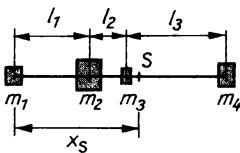

Bild 43
- 3.73** Vier verschieden große Körper unterschiedlicher Masse sind in einer Anordnung nach Bild 43 durch eine starre Stange verbunden. Berechnen Sie den Abstand des Massenmittelpunktes des Systems vom Massenmittelpunkt des Körpers 1. Die Masse der Stange bleibe unberücksichtigt. Die Körper 1 ... 4 haben die Massen 5,0 kg, 12,0 kg, 3,0 kg und 10,0 kg, die Abstände $l_1 \dots l_3$ sind 0,60 m, 0,30 m und 0,80 m.